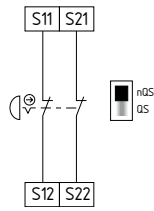

Fig. 9
**Circuito per arresto di emergenza a due canali con dispositivi di comando secondo EN ISO 13850 e EN 60947-5-5 (vedere Fig. 9)**